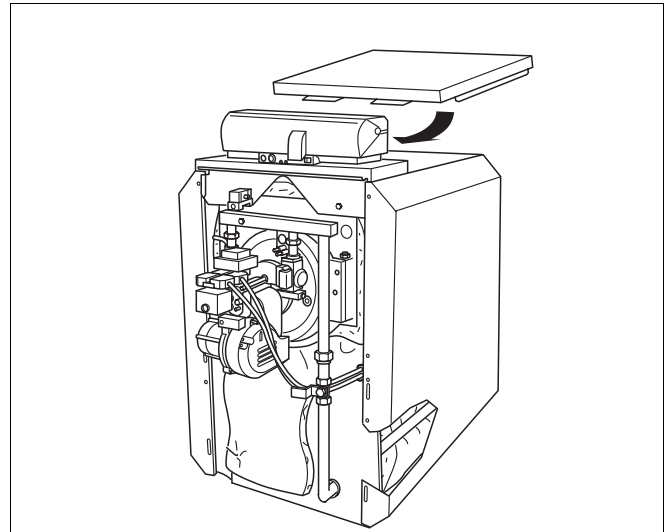

Fig. 25 Montering af kedelbeklædningen
Gastilslutningsledningen kan føres til brænderen gennem det højre eller det venstre hul på undersiden i kedelforvæggen og kedelbagvæggen jf. fig. 25, side 21.
- Læg den bagerste kedelkappedel fig. 25 løst på højre og venstre sidevæg.